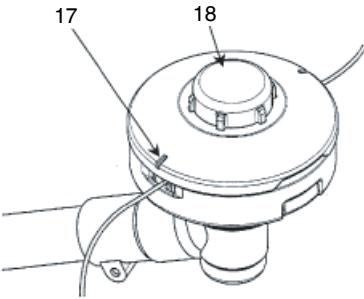

Fig. 14
- Si la marque de limite d'usure (17) sur le boîtier n'est plus visible ou qu'il y a un trou au bas (18) du bouton, changez immédiatement les nouvelles pièces. (Fig. 14)